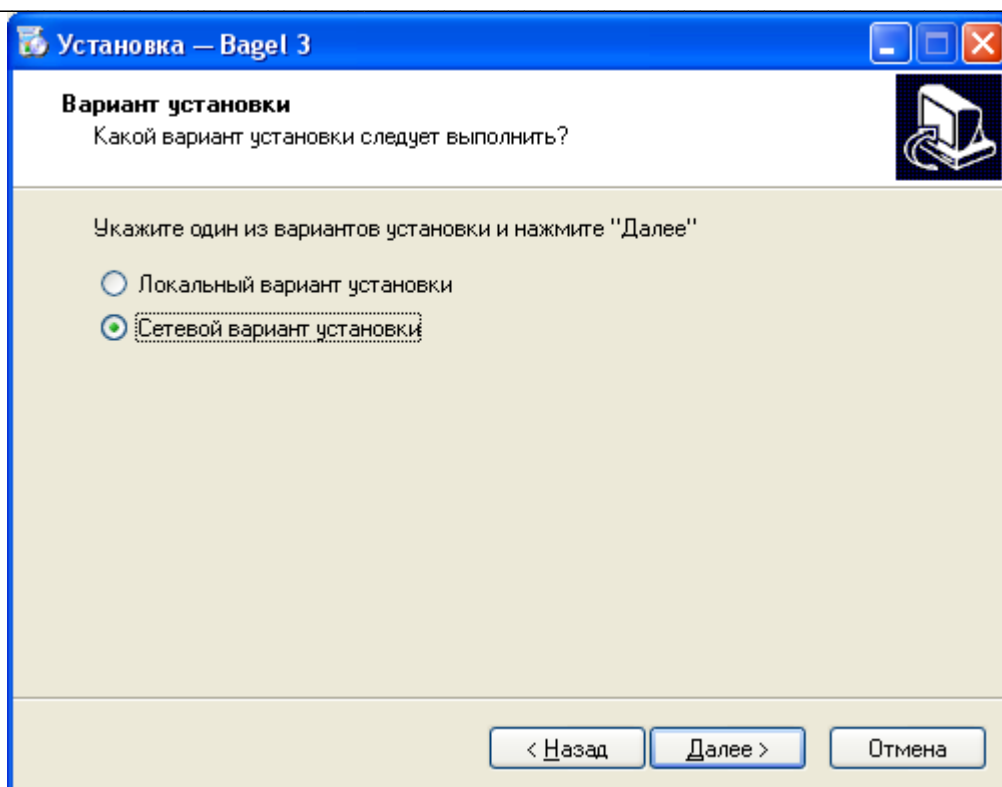

Рис. 1.8
- Выберите Сетевой вариант установки (рис.1.8)